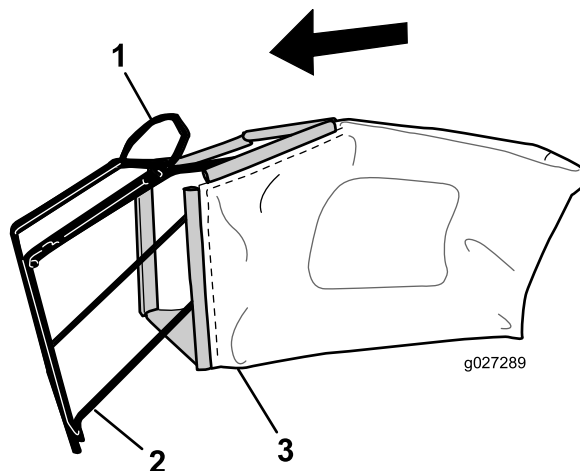

Figura 9
1. Coloque el recogedor sobre el bastidor, según se muestra en la Figura 9.
Nota: No coloque la bolsa sobre el manillar (Figura 9).